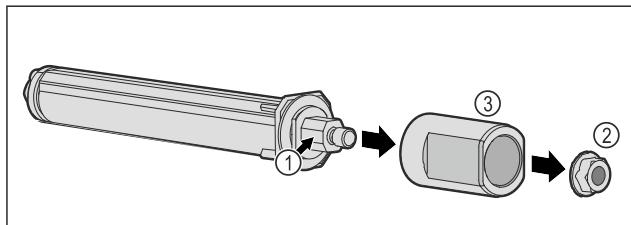

Fig. 58
- Не разбирайте систему закрытия двери Fig. 58 (1).
- Уберите гайку Fig. 58 (2).
- Снимите втулку Fig. 58 (3).